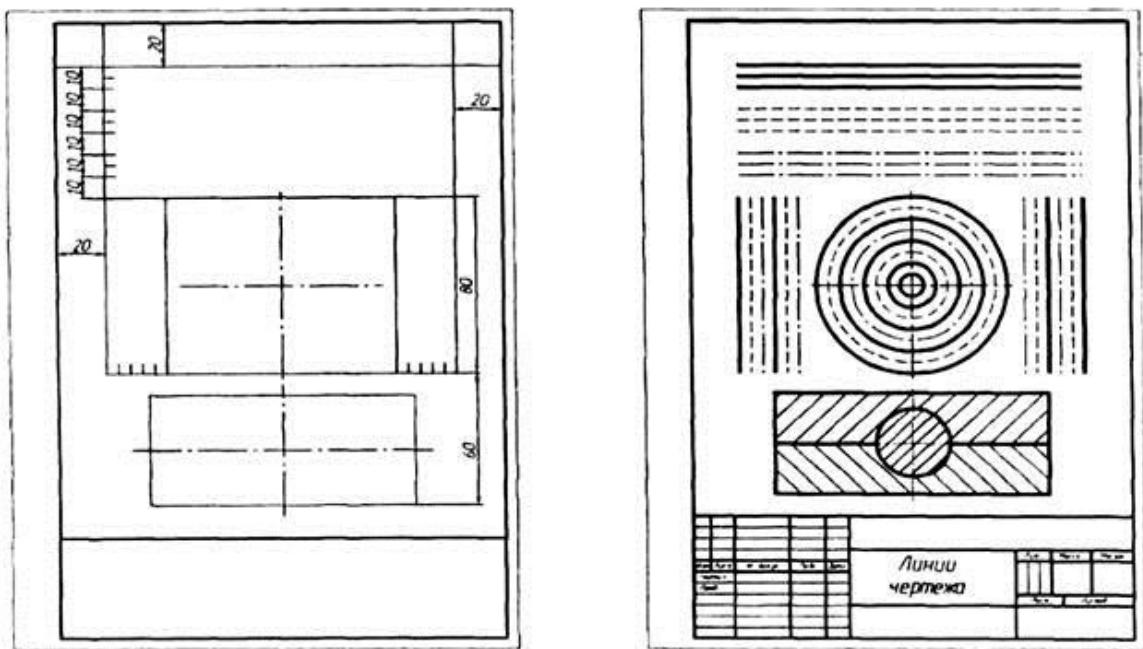

Рис.8 Образец выполнения разметки (компоновки) листа и образец выполнения задания
Образец выполнения разметки (компоновки) листа и образец выполнения задания показаны на рис.8.
- продумать компоновку (рисунок 8);